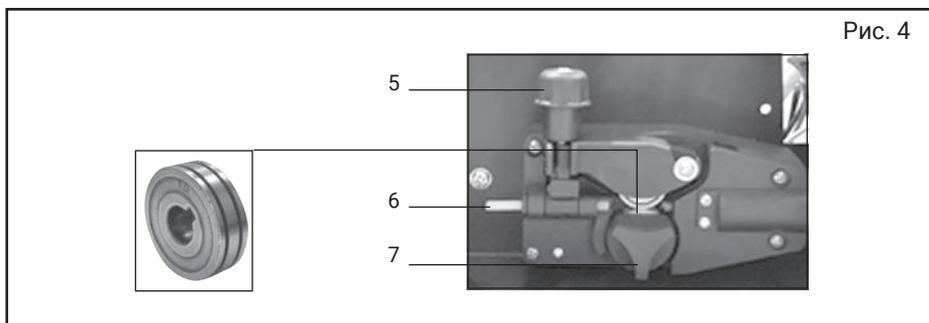

Рис. 4
7.2.3 установите катушку с сварочной проволокой на шкиф (рис. 2, поз. 2), так что бы при подаче проволоки катушка вращалась против часовой стрелки, для этого необходимо открутить фиксатор шкива (рис. 2, поз. 1) установить катушку и зафиксировать ее в обратной последовательности, после чего пропустите сварочную проволоку в механизм подачи (рис. 4):
- открутите фиксатор изменения усилия зажатия (рис. 4, поз. 5) и откройте прижимной механизм подачи проволоки отведя его вверх;
- проверьте, что бы размер канавки ролика на прижимном механизме соответствовал диаметру используемой сварочной проволоки, при необходимости поменяйте положение ролика открутив фиксатор ролика (рис. 4, поз. 7) против часовой стрелки;
- пропустите проволоку внутри направляющей трубки (рис. 4, поз. 6) и дальше в механизм подачи;
- опустите прижимной механизм и установите необходимое усилие прижима ролика поворотом фиксатора(рис. 4, поз. 5);